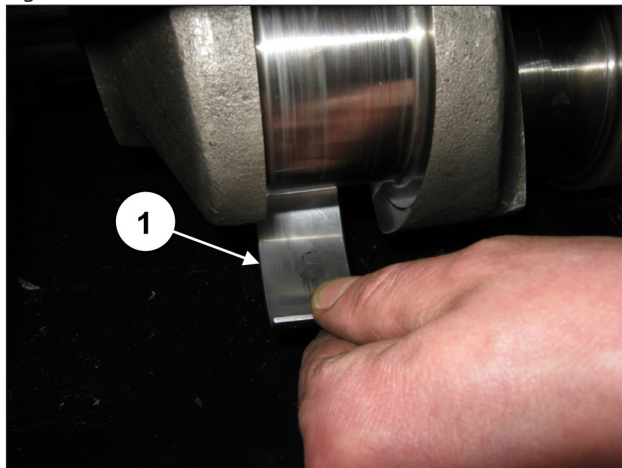

Fig. 20
Sfilare i tre semicuscinetti superiori delle semibielle (pos. ①, Fig. 20).